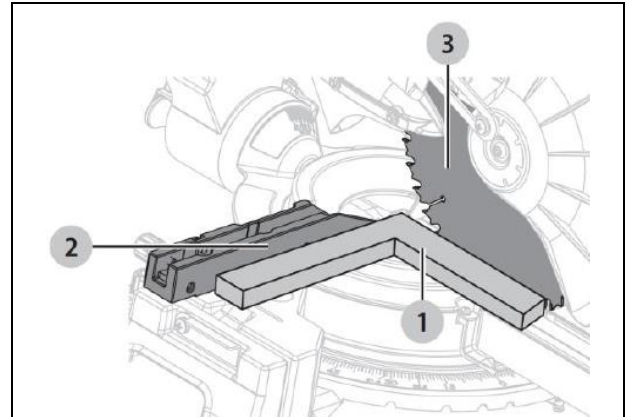

Рисунок 29a
6.1 Регулировка положения пильного диска относительно упора (Рис. 29a-29b)
- Прижмите столярный угольник (1) к упору (2) и к пильному диску (3).